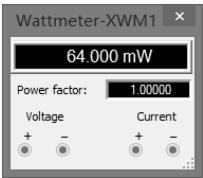

图 4.2.12 显示功率
(2) 进行仿真测量。单击仿真按钮，进行仿真，打开瓦特计面板可以看到所测量的功率值，如图 4.2.12 所示。